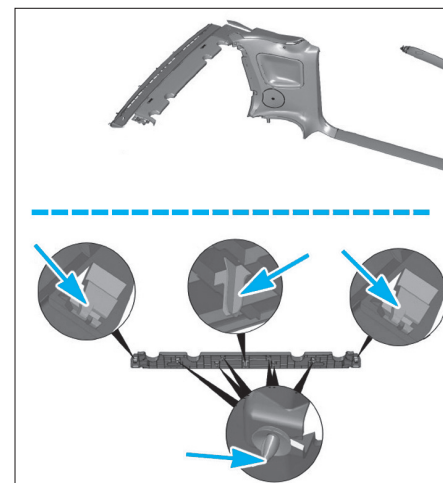

FIG. 44
- Déposer la tablette arrière fixe comme illustré (Fig.44).